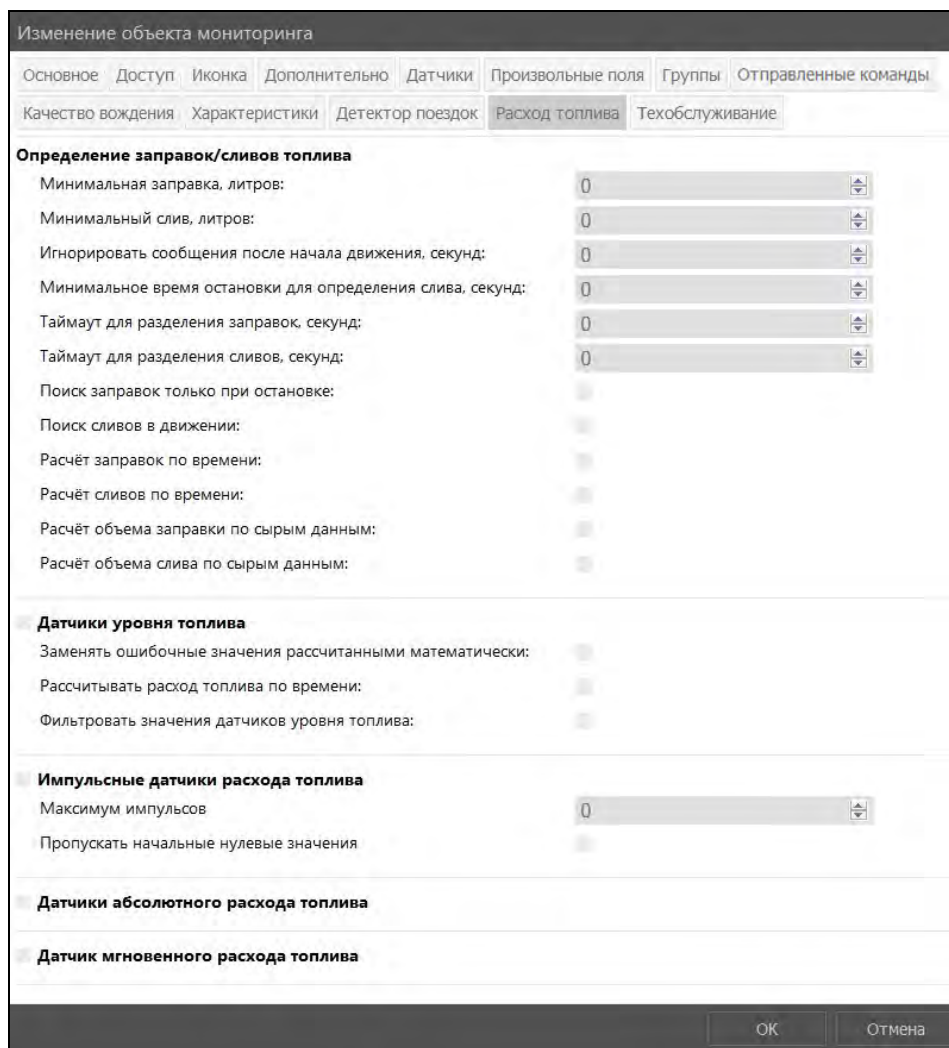

Рис. 6.4.56. Расход топлива.
На вкладке **Расход топлива** (рис. 6.4.56) производится настройка параметров для расчета расхода топлива, фиксации заправок и сливов.
- ✓ **Датчики абсолютного расхода топлива** (рис. 6.4.56) – отражает расход топлива за все время эксплуатации объекта. Расход на датчике все время увеличивается и никогда не обнуляется. Расход топлива производится следующим образом: от значения датчика в конце интервала отнимается значение в начале интервала и, при необходимости, применяется таблица преобразования (к каждому датчику данного типа отдельно).
- ✓ **Датчик мгновенного расхода топлива** (рис. 6.4.56) – сообщения, полученные от устройства, содержат данные об объеме потраченного топлива от предыдущего сообщения до текущего. Расход определяется суммой этих показателей.